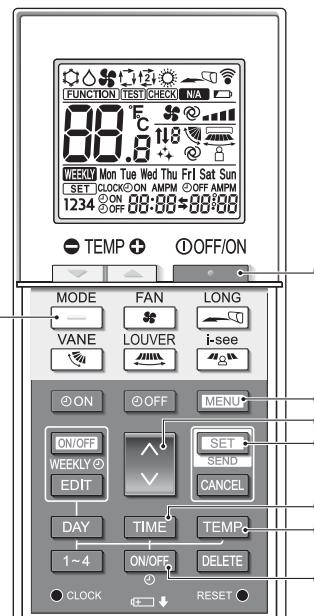

Fig. 4-10
Se mostrará la pantalla de configuración de funciones y parpadeará el n.º de función Ⓐ. (Fig. 4-10)
- El Nº de función Ⓐ parpadea. (Fig. 4-10)